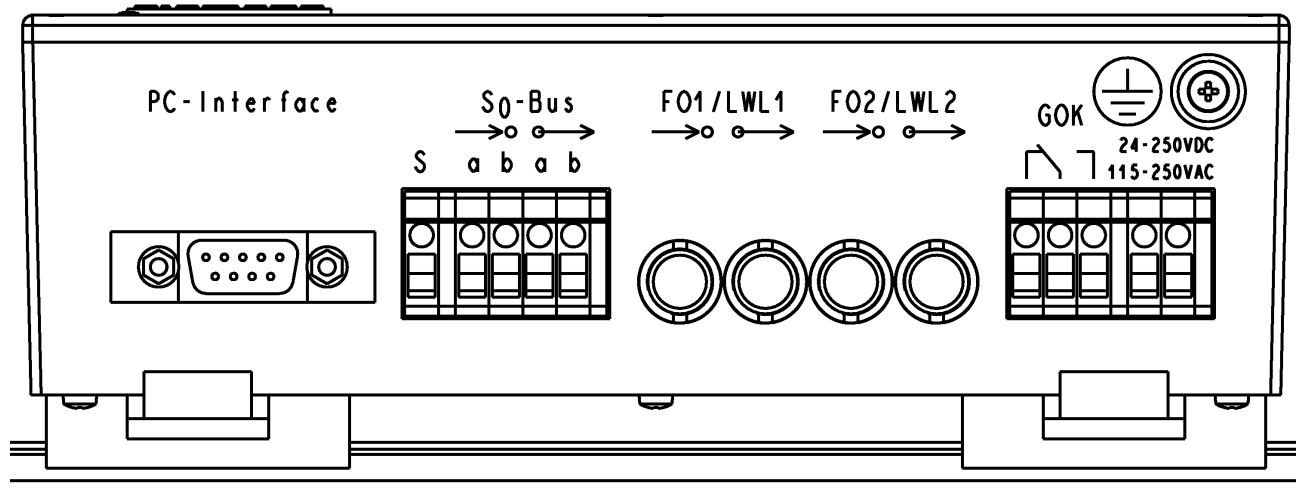

Bild 3 Schnittstellen und Anschlüsse
Auf der Geräteseite (Bild 3) befinden sich folgende Schnittstellen und Anschlüsse:
- **S₀-Bus:** Die Signale der S₀-Bus Schnittstelle sind auf die 5-polige Schraubklemme (S₀-Bus) aufzulegen (jeweils ein kommendes und ein gehendes Adernpaar). Die links daneben liegende fünfte Schraubklemme (,S') dient zum Auflegen des Kabelschirms. und ist mit dem Gehäuse verbunden. Die S₀-Bus Signale sind von den anderen Kreisen galvanisch getrennt (Bild 3).
- ❑ **PC-Interface:** Schnittstelle zur Parametrierung des KU-S₀ mit Hilfe des FOS0-Configurator-Programms, oder eines Terminal-Programms (z.B. Hyperterminal, siehe hier auch Abschnitt Parametrierung). Als Kommunikationsleitung zwischen KU-S₀ und PC dient die DIGSI[®]-Kommunikationsleitung, 7XV5100-4. Diese ist anzuschließen an die 9-polige DSUB-Buchse (Bild 3).